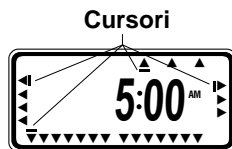

FIGURA 4: Display a cristalli liquidi con l'indicazione dei cursori
- Appare un cursore sotto alle frecce relative all'anno, al mese e alla data di programmazione [vedere Figura 4].